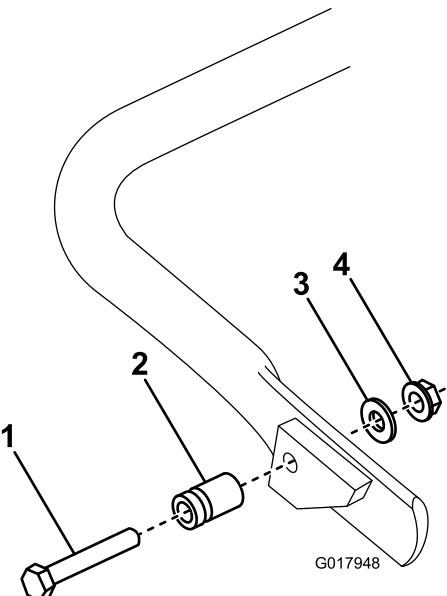

Figure 7
1. **Modèle 04056 seulement** – fixez le goujon de ressort sur le côté droit de la béquille (Figure 7) au moyen du boulon, de la rondelle et de l'écrou à embase fournis.